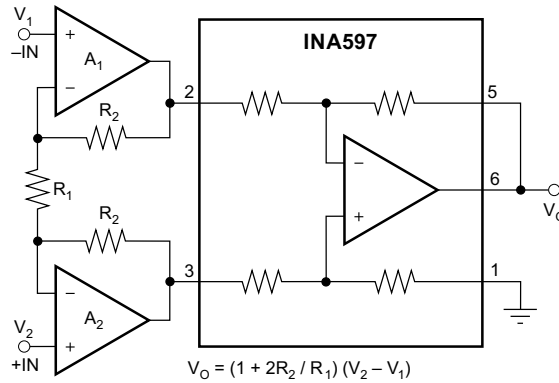
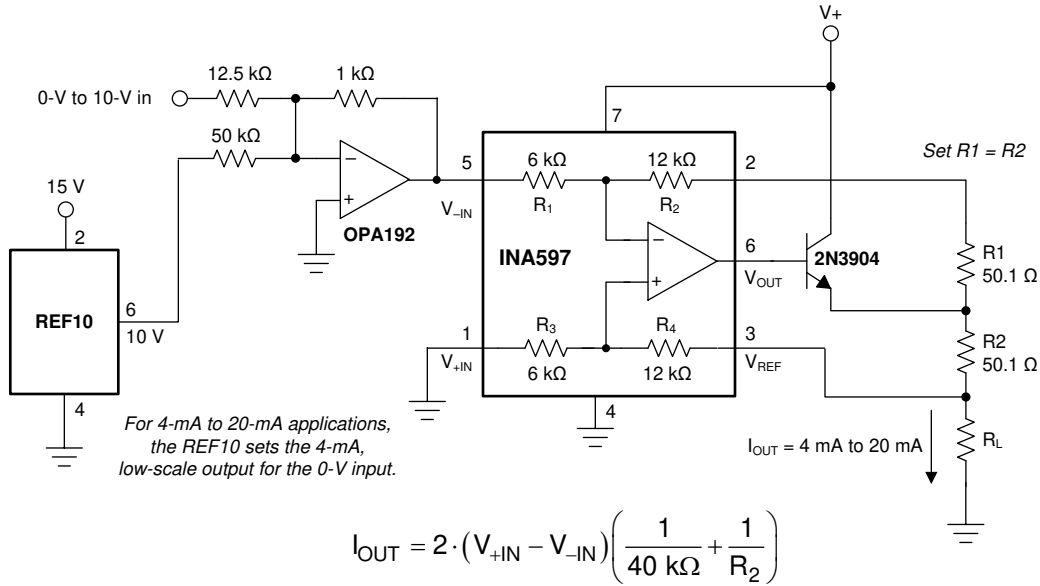

图 9-5. 精密仪表放大器
图 9-9. 精密电压至电流转换
INA597 能够测量超出电源轨的电压。对于  $G = 1/2$  和  $G = 2$  差分放大器配置，请参阅 节 7 中的输入电压范围以了解详细信息。INA597 可通过多种方式进行配置；请参阅 图 9-5 至 图 9-9。此类配置依赖于内部匹配的电阻器；因此，所有此类配置都具有出色的增益精度和增益漂移。
INA597 可与运算放大器相结合，形成一个具有特殊运行特性的完整仪表放大器 (IA)，如图 9-5 所示。